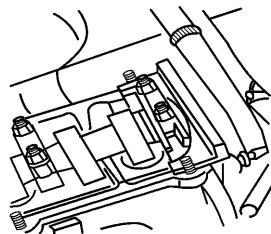

图 11-17 凸轮轴定位
- 3) 用调整塞规插入凸轮轴后端, 如不能插入将发动机再转一圈 (图 11-17)。